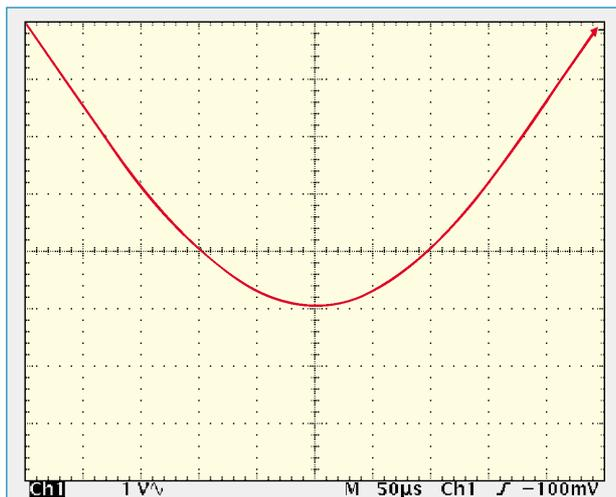

Bild 6: Abgleich des Klirrfaktors
rechten oberen Bildschirmecke befindet (Abbildung 6)
- Mit X-Position und Triggerung den Nulldurchgang exakt in die linke obere Bildschirmecke fahren (Abbildung 6)